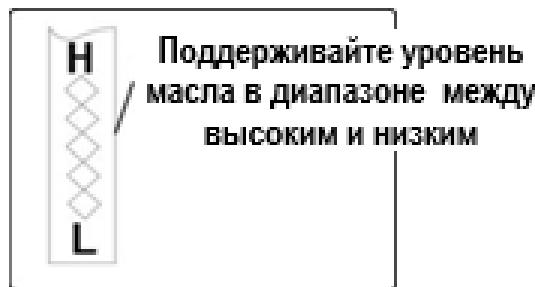

Рисунок 37
4. Выкрутите масляный щуп, отметьте уровень масла. Если уровень масла ниже отметки «**LOW**» («**НИЗКИЙ**»), медленно долейте масло до отметки «**HIGH**» («**ВЫСОКИЙ**») на щупе (рис.37).